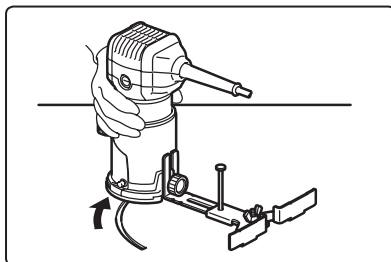
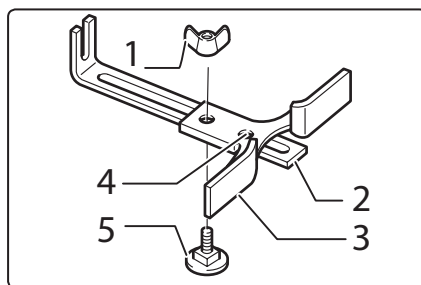
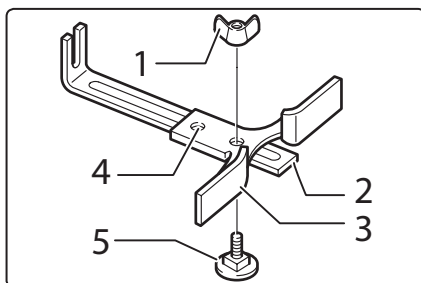

Abb. 10
Abb. 22
Abb. 21
- Zum Fräsen von Kreisnuten oder zum Kreisschneiden (Abb. 10) mit einem Radius von min. 70 mm und max. 221 mm kann eine Seitenführung in der in Abb. 21 oder Abb. 22 gezeigten Anordnung (je nach gewünschtem Radius) auf die Führungsgrundplatte montiert werden und ein Nagel in die mit (4) gekennzeichnete Position als Drehachse einschlagen werden (Abb. 10). Zum Kreisschneiden sind Schaftfräser zu verwenden.
- Zum Fräsen von kreisförmigen Nuten / Nuten unter Einsatz des Seitenanslags gem. Abb. 10, der gemäß Abb. 21 und Abb. 22 modifiziert ist.